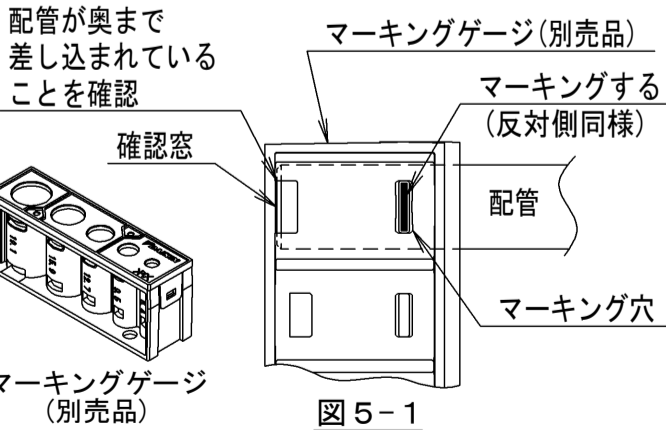

図5-1
- (1) マーキングゲージ(別売品)を使用して、配管を奥まで差し込んでください。
- (2) マーキングゲージ(別売品)の奥まで差し込まれていることを、確認窓にて確認してください。
- (3) マーキング穴を油性ペンなどで塗りつぶしてください。(2ヵ所)(図5-1参照)
- (4) 周囲が暗い場所(天井裏等)では、油性ペンでのマーキングが見えにくい場合があります。